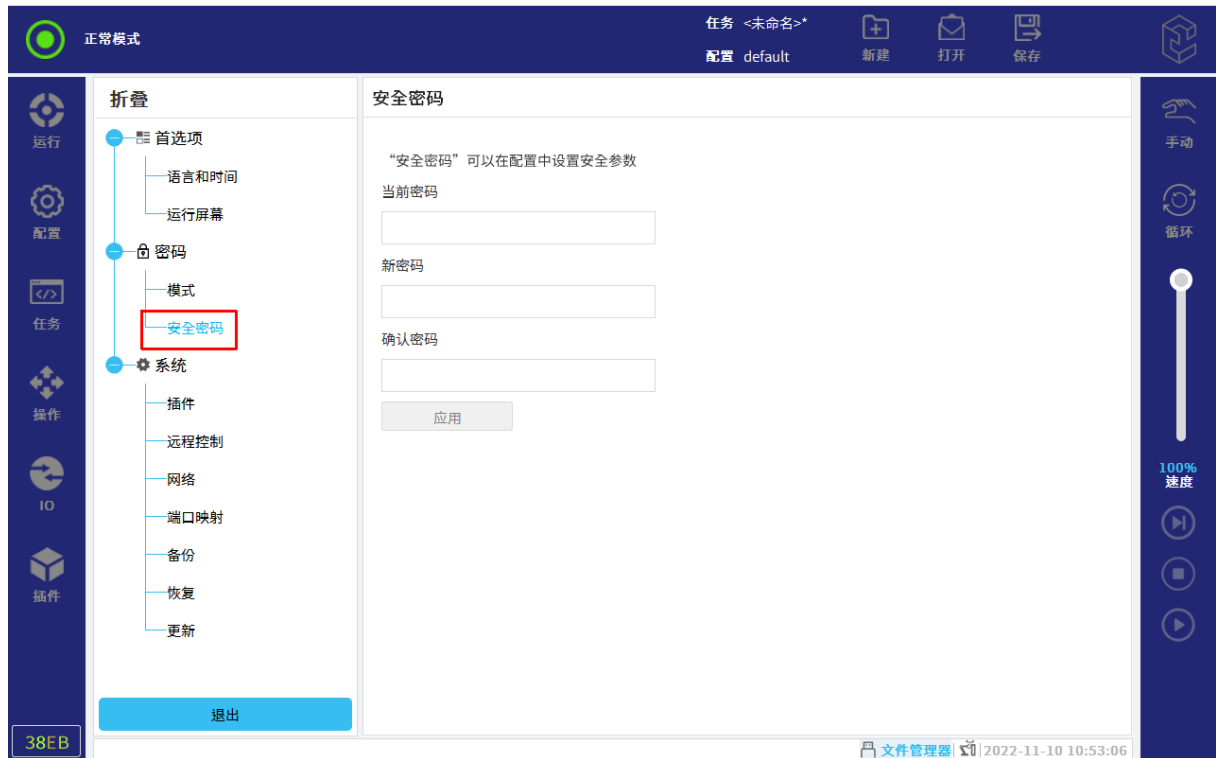

图 9-2 安全密码
2. 选择“设置> 密码> 安全密码”，进入“安全密码”页面，如图 9-2 所示。